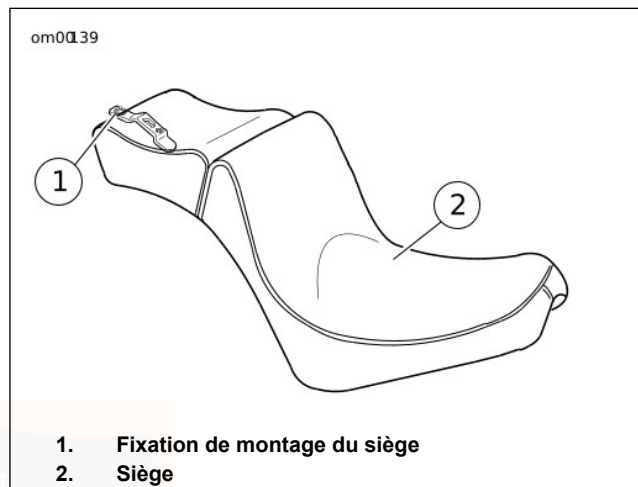

Figure 65. Siège : modèles FX Softail
1. Voir la Figure 65. Retirer les vis de montage du siège à partir du haut du garde-boue arrière ou enlever les deux fixations qui attachent le siège FXSTC à la barre Sissy.